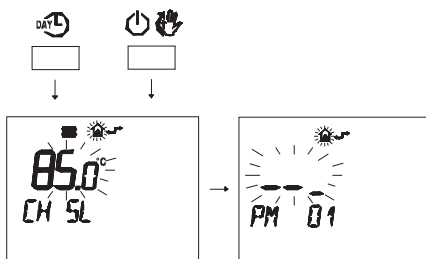

Fig. 5.56
- Premere contemporaneamente i pulsanti e per entrare nella programmazione trasparente (Fig. 5.56).